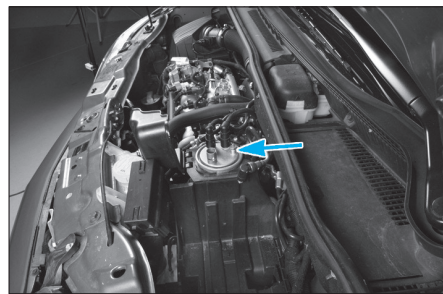

FIG. 39
- Brancher une durit sur le purgeur du filtre à carburant et placer son extrémité dans un récipient (Fig.39).